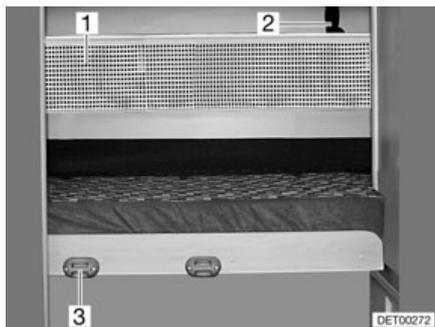

Fig. 104 Red de seguridad
- Enganchar la escalera de ascenso con los largueros en el soporte (Fig. 104,3) en el panel.
La red de seguridad (Fig. 104,1) viene de serie entre el colchón y el somier. Tender la red de seguridad cuando la persona ya se encuentre en la cama.
- Engatillar las cintas de sujeción (Fig. 104,2) en los soportes en el techo.